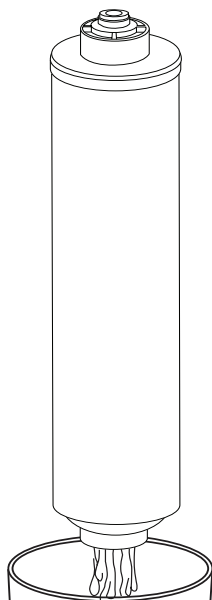

Figure 3
- Ouvrez l'alimentation entrante en eau et rincez le filtre dans un seau. Faites couler l'eau durant 5 minutes pour évacuer l'air (voir la Figure 3).